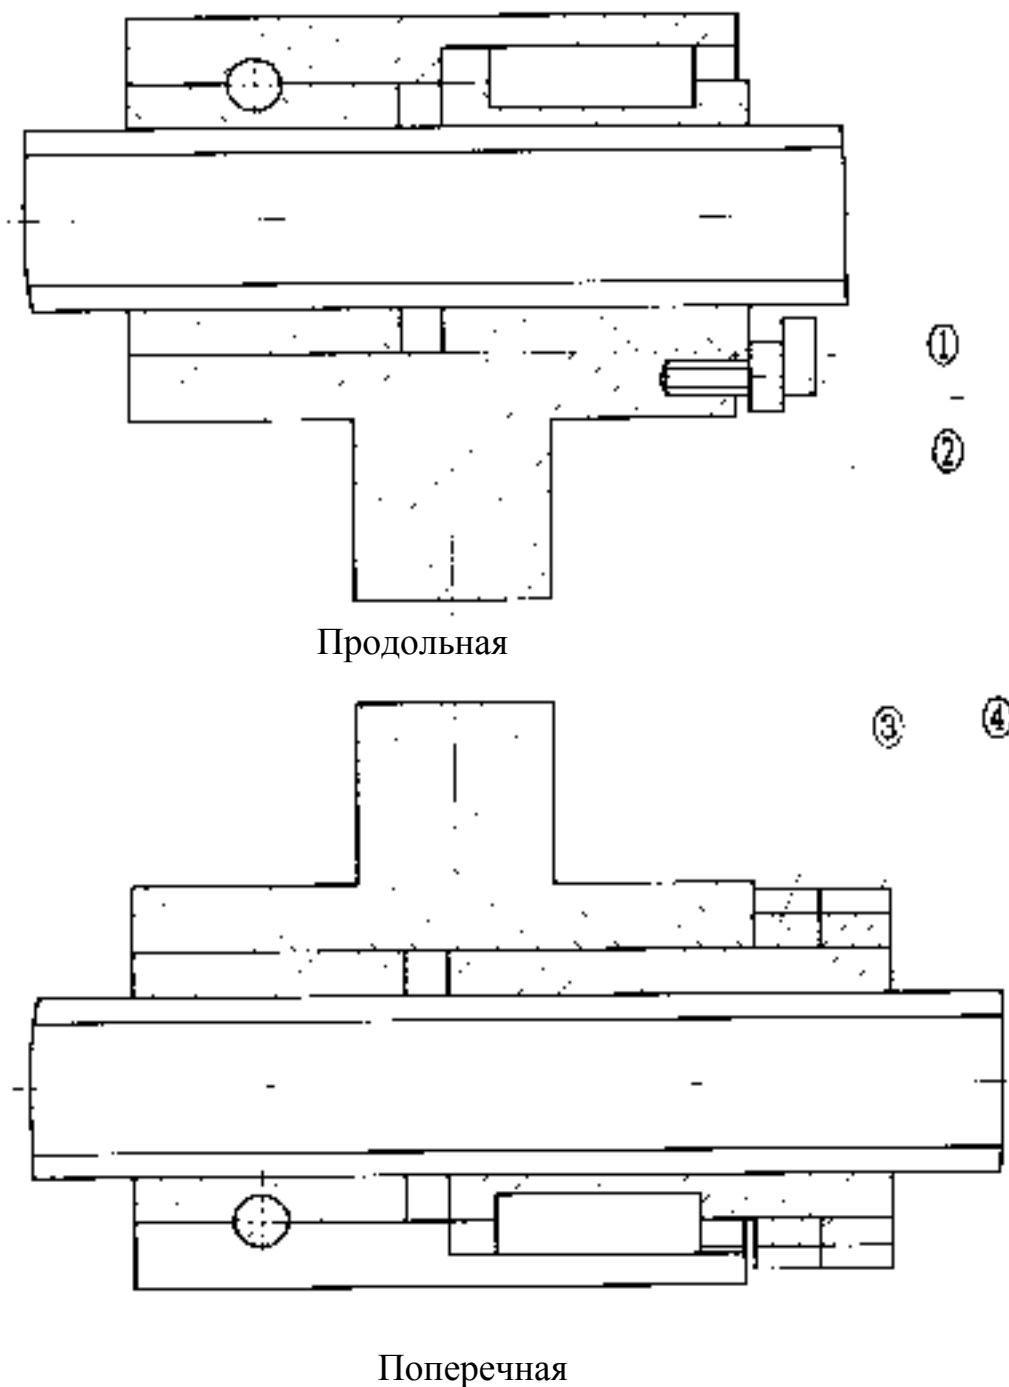

Рис. 8
9.4 Регулировка продольного люфта между винтовой гайкой и винтом. (Рис. 8)